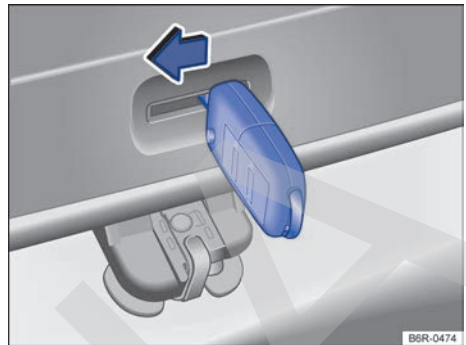

Fig. 132 Del lado de adentro del maletero: apertura de emergencia de la tapa trasera.
- Introducir la varilla de la llave en la apertura de la tapa trasera → fig. 132 y presionar la palanca de desbloqueo en el sentido de la flecha, para abrir la tapa trasera.